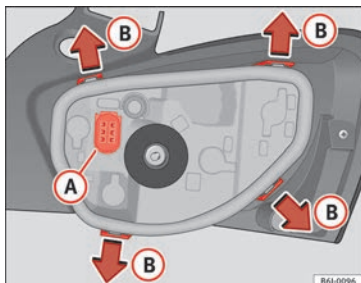

Fig. 196 Cambio delle lampadine delle luci posteriori.
- Rimuovere il portalampadine separandolo dalla scatola. Premere sulle linguette **B** nel senso indicato dalle frecce » **fig. 196**.